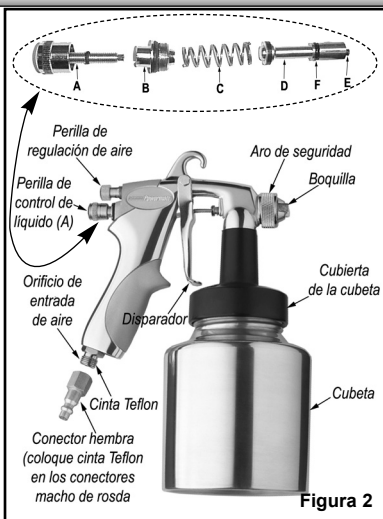

Figura 2
2. Instale un conector hembra NPT de 1/4" (no incluido) en el orificio de entrada de aire de la herramienta (ver Figura 2). **Nota: Utilice cinta Teflon® en todas las conexiones de rosca.**
- a. Perilla de control de líquido (ver Figura 2): gire en el sentido de las manecillas del reloj para cerrar y en el sentido contrario para abrir. Esta perilla controla la cantidad de pintura que se mezcla con el aire.
- b. Perilla de regulación de aire (ver Figura 2): para un patrón completo, gire la perilla en el sentido contrario a las manecillas del reloj y, para un patrón redondo, gire la perilla en el sentido de las manecillas del reloj. Esta perilla se utiliza para crear el patrón adecuado de pintura que rocía la pistola aspersora.